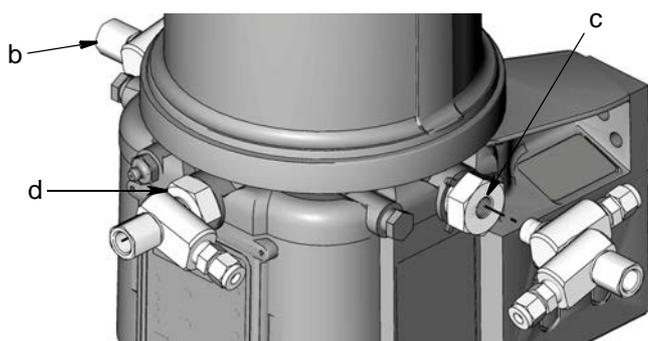

ABB. 13
7. Installieren Sie diese Baugruppe im Pumpenelement (c) auf der rechten Seite der G3-Pumpe (von vorne gesehen). Lassen Sie die Schraube so locker, dass das Ringstück schwenkbar bleibt (ABB. 13).